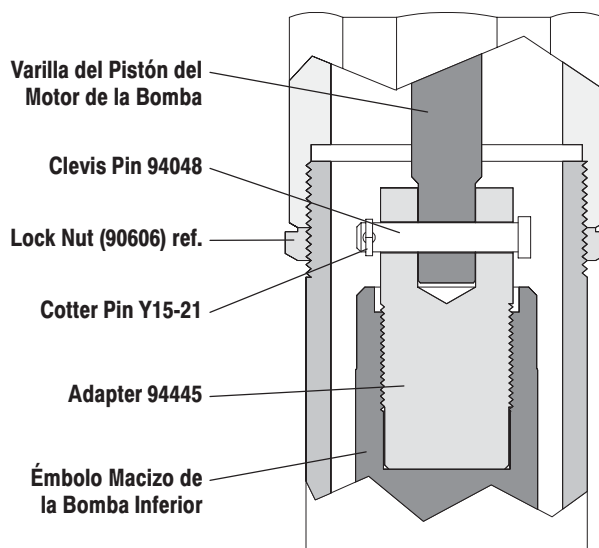

FIGURA 2
1. Afloje la contratuerca (90606) y destornille toda la bomba del motor de aire. Esto dejará expuesto el adaptador (94445) (ver figura 2).